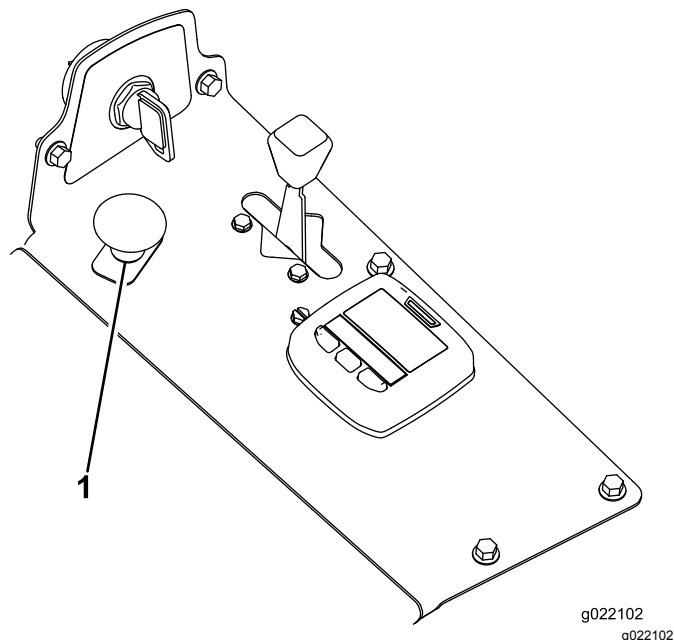

Bild 20
3. Ziehen Sie den Zapfwellenschalter heraus, um ihn zu aktivieren (Bild 20).